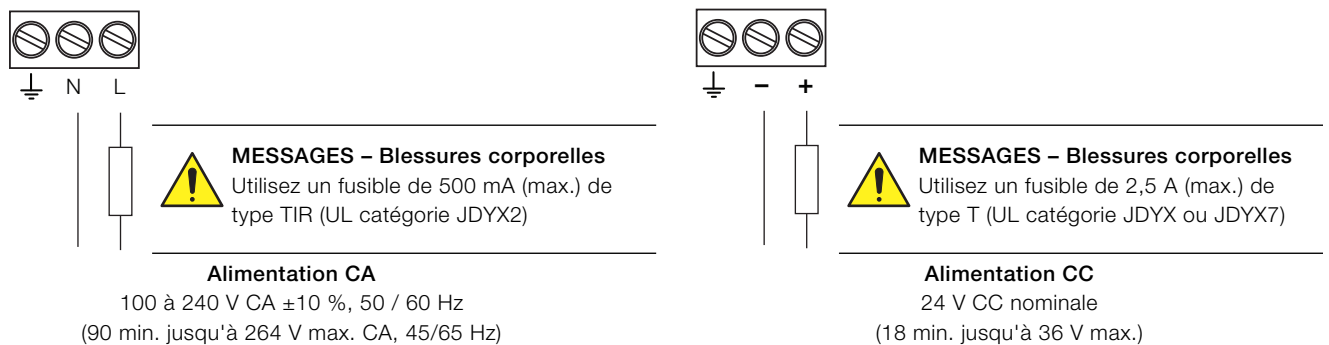

Fig. 4.2 Connexions de l'alimentation et caractéristiques des fusibles
- Vérifiez que les fusibles adéquats sont installés – voir Fig. 4.2, page 9 pour plus de détails sur les fusibles.